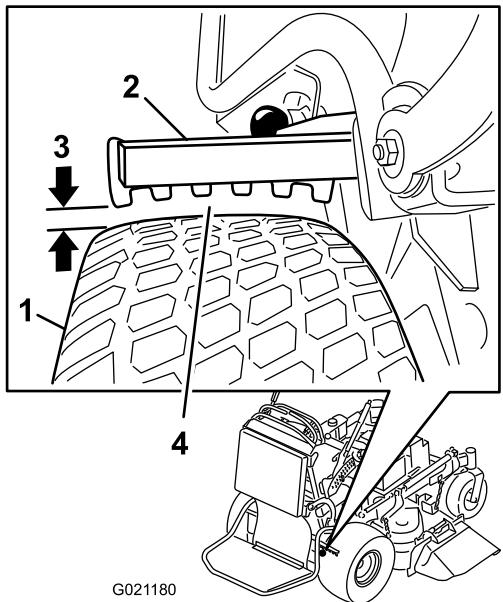

Figura 60
6. En el lado que tenga la distancia más pequeña, asegúrese de que la distancia es de 3 a 6 mm (1/8 a 1/4 pulgadas) (Figura 60). Consulte Ajuste de los frenos (página 45) si es necesario efectuar un ajuste.
5. Ajuste la horquilla. La distancia entre la barra de freno y el neumático debe ser de 3 a 6 mm (1/8 a 1/4 pulgada). Para apretar el freno, gire la horquilla hacia arriba. Para aflojar el freno, gire la horquilla hacia abajo (Figura 60).